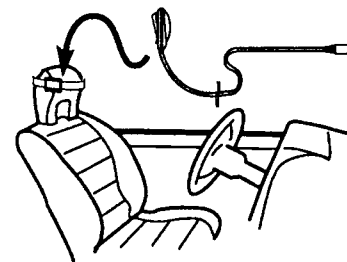

Рис.26
3. Используя прилагаемую к блоку ленту, установите микрофон в центре подголовника сидения водителя так, чтобы он был направлен вперед. (Рис. 26)